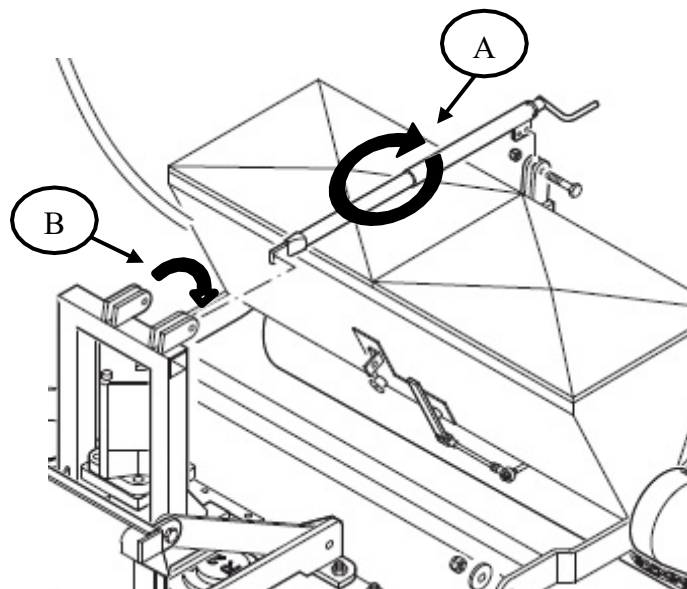
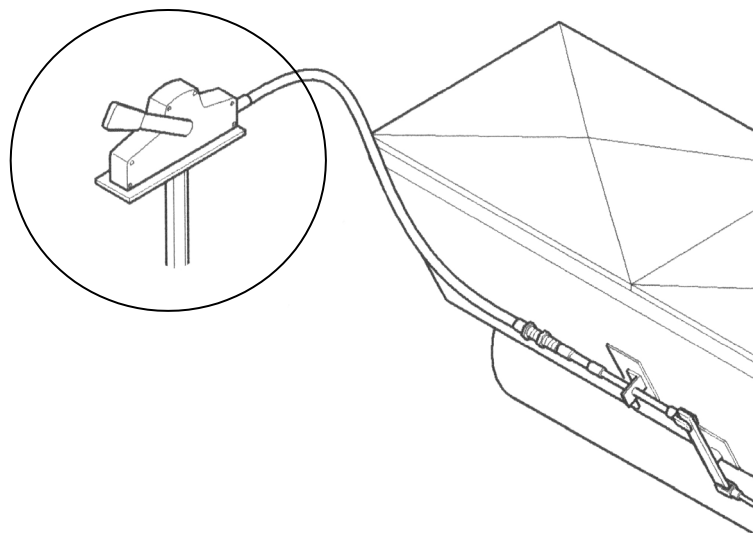

Afb. 10a
Afb. 11
- 2- Monteer de zaaieenheid in plaats van de rolleneenheid met dezelfde bevestigingspunten (Afb. 10a – Afb. 11). Draai de bouten zo aan dat de beugel van de zaaier en de stelschroef langs de bevestigingspunten kunnen schuiven (draai de bouten vast en dan 1/4 slag los); voor deze handeling raden we aan om handmatig verstelbare moersleutels te gebruiken.